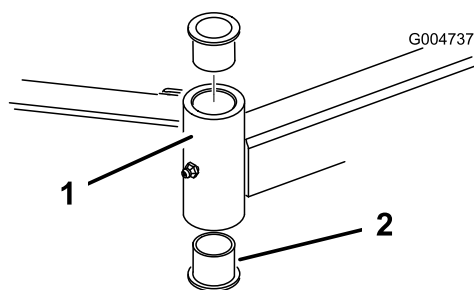

Figura 122
- Inserte un botador fino en la parte superior o inferior del tubo de montaje y dé golpes hasta que salga el casquillo del tubo (Figura 122).